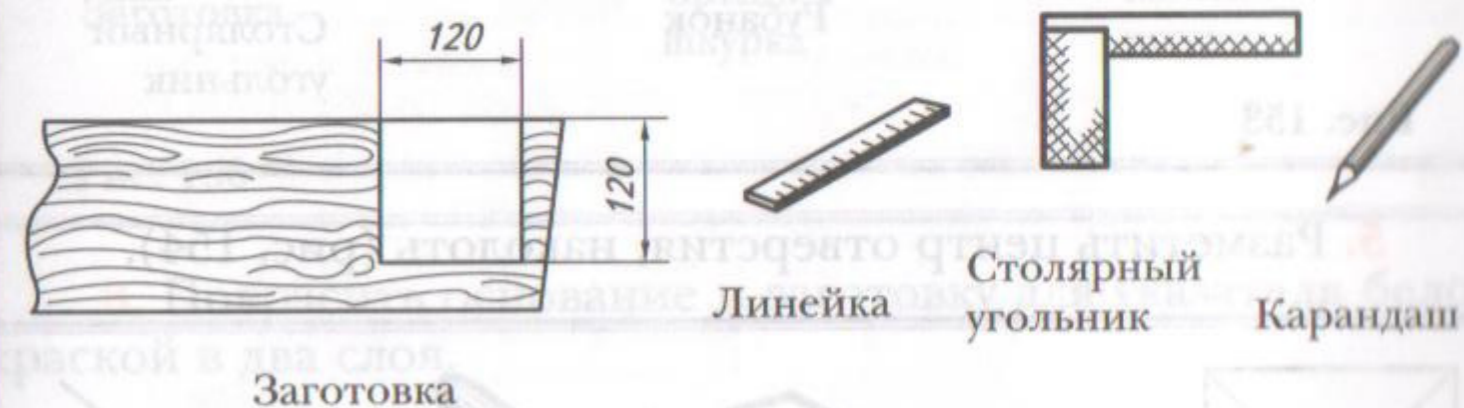

Рис. 151
2. Разметить квадрат со стороной 120 мм (рис. 151).